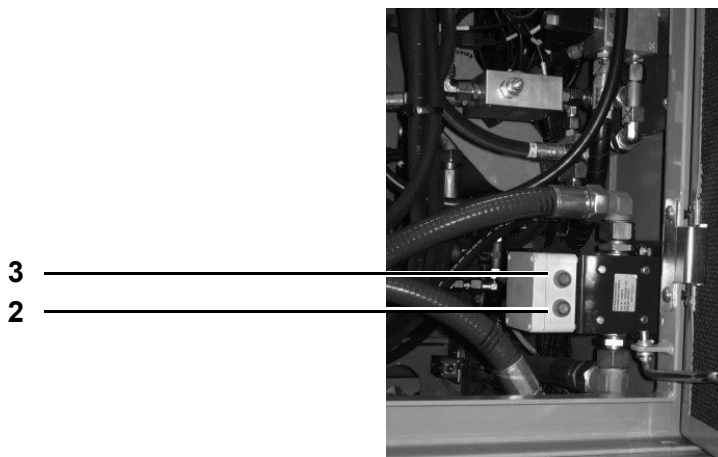

Fig. 108 Bomba de combustível
| 1 | <p>Ligue a bomba de combustível pressionando o botão verde (2) na Fig. 108.</p> <ul style="list-style-type: none"> – O tanque é abastecido automaticamente. |
| | <p>AVISO Risco de danos na bomba se operar vazia! A bomba de combustível pode ser danificada se for operada vazia por períodos extensos.</p> <ul style="list-style-type: none"> ● Nunca deixe a bomba operar vazia por mais de 30 segundos. ● Use o botão vermelho (3) na Fig. 108 para desligar a bomba de combustível se necessário. |
| 2 | <p>O botão vermelho (3) na Fig. 108 desliga a bomba de combustível se necessário.</p> |